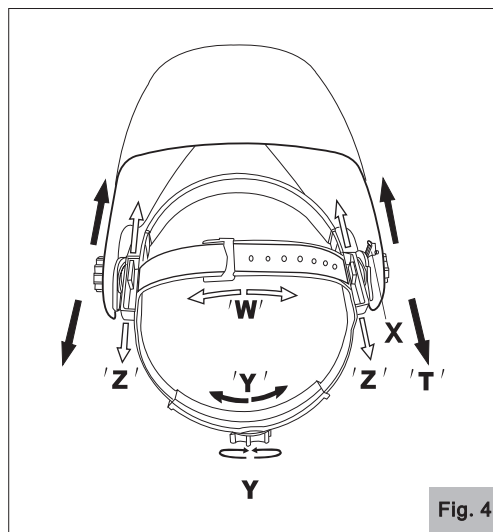

Fig. 4
4.1. Casco superior (vea el ajuste "W" en la Fig. 4)
4.2. Estrechez del casco (vea el ajuste "Y" en la Fig. 4)
3. Ajuste de la distancia (vea el ajuste "Z" y "T" en la Fig. 4)
4. Ajuste del ángulo (vea el ajuste "X" en la Fig. 4)